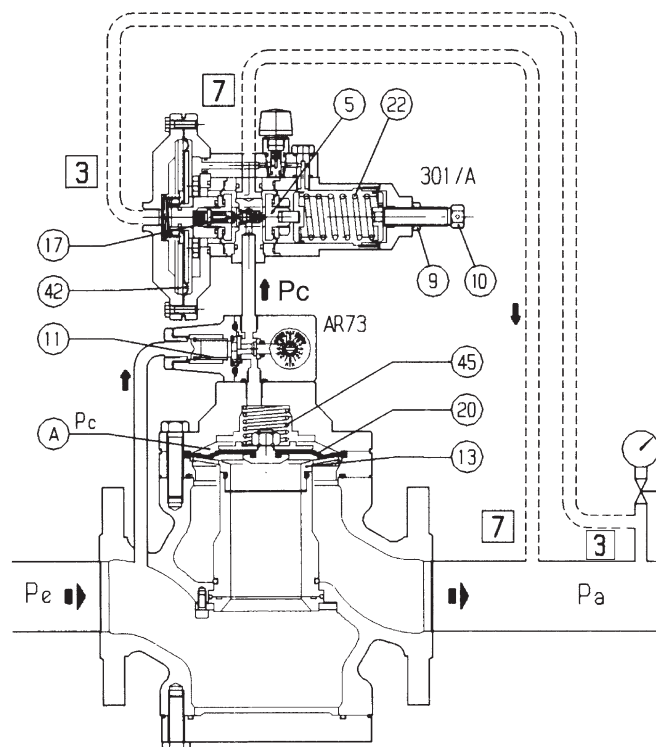
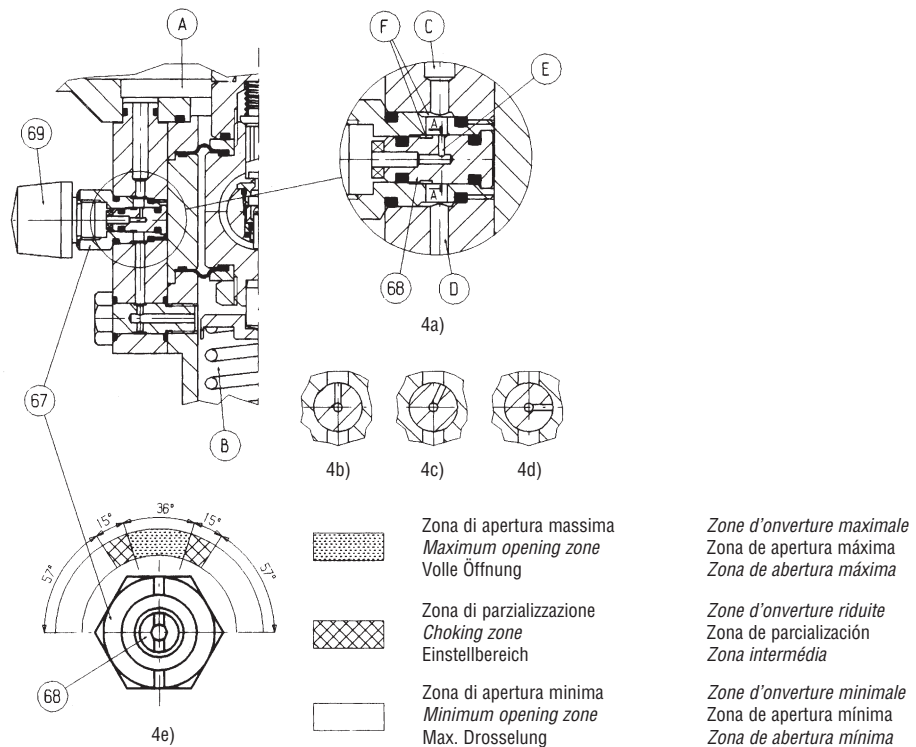

Fig. 1
Fig. 4
**1.2 FONCTIONNEMENT (FIG. 1)**
**1.2 FUNCIONAMIENTO (FIG. 1)**
**1.2 OPERAÇÃO (FIG. 1)**
Il principio di funzionamento del pilota è già stato brevemente illustrato nel par. 1.2. La modifica del valore di taratura viene effettuata ruotando la vite di regolazione 10 (fig. 1). La rotazione in senso orario provoca un aumento della pressione regolata; viceversa per la rotazione in senso antiorario. Una volta raggiunto il valore prescelto, la vite di regolazione può essere bloccata per mezzo dell'apposito dado 9. I piloti 301/A e 301/A/TR sono dotati di un dispositivo damper (fig. 4) posto sul condotto che mette in comunicazione tra loro le due camere a pressione atmosferica. Tale dispositivo ha lo scopo di "strozzare" opportunamente la ventilazione delle camere verso l'atmosfera, in modo da attenuare eventuali fenomeni di oscillazione di pressione nelle fasi transitorie di regolazione (es. variazioni della portata richiesta). Viene di seguito brevemente descritto il suo funzionamento. Le due camere A e B sono costantemente in comunicazione tra loro attraverso i fori C e D e le camere anulari F (fig. 4a). La ventilazione di queste camere verso l'atmosfera avviene attraverso il foro E praticato sull'ugello 68. Ruotando opportunamente l'ugello con un cacciavite, è possibile parzializzare l'apertura di questo foro passando da un valore massimo (fig. 4b) ad un valore minimo (fig. 4d). Il grado di parzializzazione può essere letto
*The operating principle of the pilot has already been briefly illustrated in par. 1.2. Variation of the setting is obtained by turning the adjustment screw 10 (fig. 1). Clockwise rotation leads to an increase in the regulated pressure while anticlockwise rotation leads to a decrease. When the desired setting has been reached, the adjustment screw can be blocked by means of the provided nut 9. The 301/A and 301/A/TR pilots are provided with a damper device (fig. 4) on the line which puts the two chambers at atmospheric pressure into communication. The purpose of this device is to appropriately "throttle" the ventilation in the chambers towards the atmosphere so as to reduce any pressure oscillation phenomena in the transitory adjustment phases (e.g. variations of the flow demand). Its operation is now described briefly. The two chambers A and B are constantly in communication through the apertures C and D and the annular chambers F (fig. 4a). The ventilation of these chambers towards the atmosphere takes place through the aperture E in the nozzle 68. By turning the nozzle appropriately using a screwdriver, it is possible to choke the opening of this aperture, passing from a maximum value (fig. 4b) to a minimum value (fig. 4d). The degree of choking can be read from the*
Das Funktionsprinzip des Pilotreglers haben wir bereits im Abschnitt 1.2 kurz erläutert. Die Änderung des Einstellwertes erfolgt durch Drehen der Einstellschraube 10 (Abb. 1). Das Drehen im Uhrzeigersinn hat einen Anstieg des Regelrucks zur Folge; Drehen gegen den Uhrzeigersinn reduziert den Regeldruck. Sobald der gewünschte Druck erreicht ist, kann die Einstellschraube durch ihre Feststelmutter 9 blockiert werden. Die Pilotregler 301/A und 301/A/TR sind mit einer Drossel (Abb. 4) in der Atmungsbohrung versehen, die die jeweilige atmosphärische Seite der Membranen miteinander verbindet. Diese Einrichtung bewirkt, dass die Atmung der Kammern zur Atmosphäre hin auf geeignete Weise „gedrosselt“ wird, damit evtl. Auftreten von Regelschwingungen (z.B. bei Änderung der Durchflussmenge) unterdrückt wird. Nachfolgend beschreiben wir kurz die Funktionsweise dieser Vorrichtung. Die beiden Kammern A und B sind durch die Bohrungen C und D und die ringförmigen Kammern F ständig miteinander verbunden (Abb. 4a). Die Atmung dieser Kammern zur Atmosphäre hin erfolgt durch das in der Düse 68 befindliche Bohrung E. Wird die Düse gedreht, so kann der Atmungsquerschnitt von einem Höchstwert (Abb. 4b) bis zu einem Mindestwert (Abb.
*Le principe de fonctionnement du pilote a déjà été brièvement illustré dans la partie 1.2. Pour modifier la valeur d'étalonnage, il faut faire tourner la vis de réglage 10 (Fig. 1). La rotation dans le sens horaire entraîne une augmentation de la pression régulée. Vice versa pour la rotation dans le sens anti-horaire. Lorsque la valeur prédéfinie a été atteinte, la vis de réglage peut être bloquée avec l'écrou 9 réservé à cet effet. Les pilotes 301/A et 301/A/TR sont équipés d'un dispositif "étouffeur" (damper) (Fig. 4) situé sur le tuyau qui met en communication les deux chambres à pression atmosphériques entre elles. Un tel dispositif a pour but d'étouffer de façon appropriée la ventilation des chambres vers l'atmosphère afin d'atténuer les éventuels phénomènes d'oscillation de pression durant les phases transitoires de régulation (par exemple, variation du débit demandé). Son fonctionnement est brièvement décrit ci-après.*
El principio de funcionamiento del piloto ha sido ya descrito brevemente en párrafo 1.2. La modificación del valor de tarado se realiza girando el tornillo de regulación 10 (fig. 1). El giro en sentido de las agujas del reloj proporciona un aumento de la presión regulada; viceversa, el giro en sentido contrario, una disminución. Una vez conseguido el valor escogido, el tornillo de regulación puede ser bloqueado por medio de la tuerca 9.
Los pilotos 301/A y 301/A/TR están dotados de un dispositivo damper (fig. 4) situado en el conducto que comunica entre si las dos cámaras de presión atmosférica. Este dispositivo tiene la misión de "estrangular" oportunamente la ventilación de las cámaras de venteo para atenuar eventuales fenómenos de oscilación de la presión en las fases transitorias de regulación (por ejemplo, variaciones de demanda de caudal). A continuación se describe brevemente su funcionamiento. Las dos cámaras A y B están constantemente en comunicación entre ellas a través de los agujeros C y D y las cámaras anulares F (fig. 4a). La ventilación de estas cámaras hacia la atmósfera se realiza a través del agujero E de la boquilla 68. Girando oportunamente la boquilla con un destornillador, se puede reducir la apertura de este agujero y pasar de un valor máximo (fig. 4b) a un valor mínimo (fig. 4d). El grado de apertura viene indicado por las ranuras practicadas sobre el racor 67 y la boquilla 68 (fig. 4e). Cuando las ranuras están alineadas entre si o comprendidas en la zona de apertura máxima indicada en la figura, la luz de paso del agujero E es total (fig. 4b). En la zona indicada como "di parzializzazione" (de reducción) la apertura empieza a ser reducida gradualmente (fig. 4c), y alcanza finalmente el valor mínimo en correspondencia con la zona de apertura mínima (fig. 4d). En esta última situación la sección de paso viene dada exclusivamente por el juego reducidísimo existente en el racor 67 y la boquilla 68. El piloto normalmente viene suministrado con el damper tarado en la zona de parcialización (reducción).
*Os pilotos 301/A e 301/A/TR estão equipados com um sistema de amortecimento (fig. 4), na linha o qual põe as duas câmaras em contacto com a pressão atmosférica. Este sistema permite escoar a pressão para a atmosfera, evitando oscilações na pressão de saída, devido a rápidas variações no pedido de caudal (funcionamento on - off).*